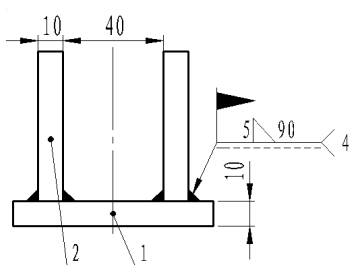

图 9.2.25 创建零件序号
(1) 选择命令。在图形区选取左视图为插入对象，选择下拉菜单    自动零件序号(N)... 命令，系统弹出“自动零件序号”对话框。
(2) 添加设置。在  区域中单击  按钮，选中  下的  面(A) 单选按钮，在  下拉列表中选择  下划线 选项，单击  按钮，完成零件序号的添加。
Step6. 编辑零件序号位置。调整零件序号文字的位置，通过手动拖动来调整零件序号文字的位置，结果如图 9.2.25 所示。